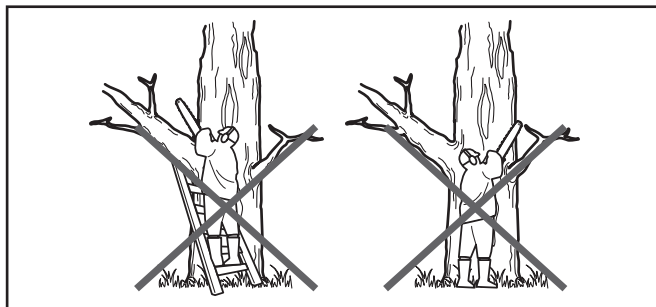

Fig. 20
6. Reajuste el paragolpes con púas (4) en un punto bajo al cortar troncos gruesos tirando del producto ligeramente hacia atrás hasta que los dientes de agarre se suelten y vuelva a colocarlo en un nivel inferior para continuar serrando. No retire el producto completamente de la madera.
8. No utilice el producto con los brazos completamente extendidos, no intente serrar zonas de difícil alcance ni utilice la herramienta en una escalera. No utilice nunca el producto por encima de la altura de los hombros (Fig. 20).